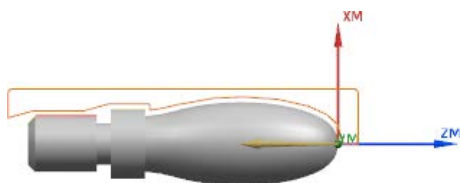

图 4.6 切削区域
Step1. 单击“粗车 OD”对话框 **切削区域** 右侧的“显示”按钮 , 在图形区中显示出切削区域, 如图 4.6 所示。